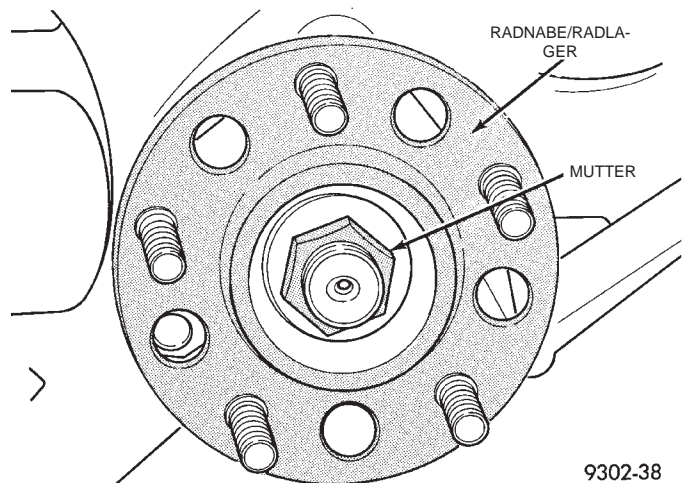

Abb. 17 Zentralmutter der Radnabe/Radlagereinheit
(8) Eine **NEUE** Zentralmutter einbauen (Abb. 17). **Die Mutter anziehen, jedoch noch nicht bis zum vollen Anzugsmoment festziehen.**